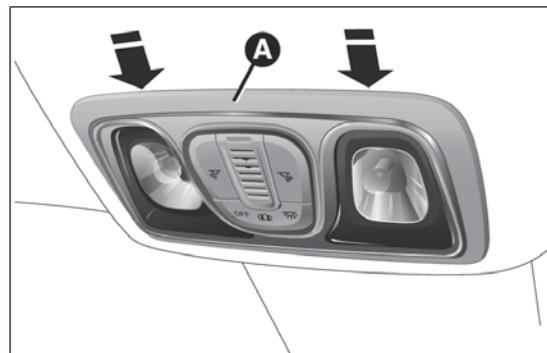

fig. 192
- extraer el plafón A fig. 192 interviniendo en los puntos indicados por las flechas;
- fijar el plafón A fig. 192 en su alojamiento asegurándose de que se bloquee correctamente.